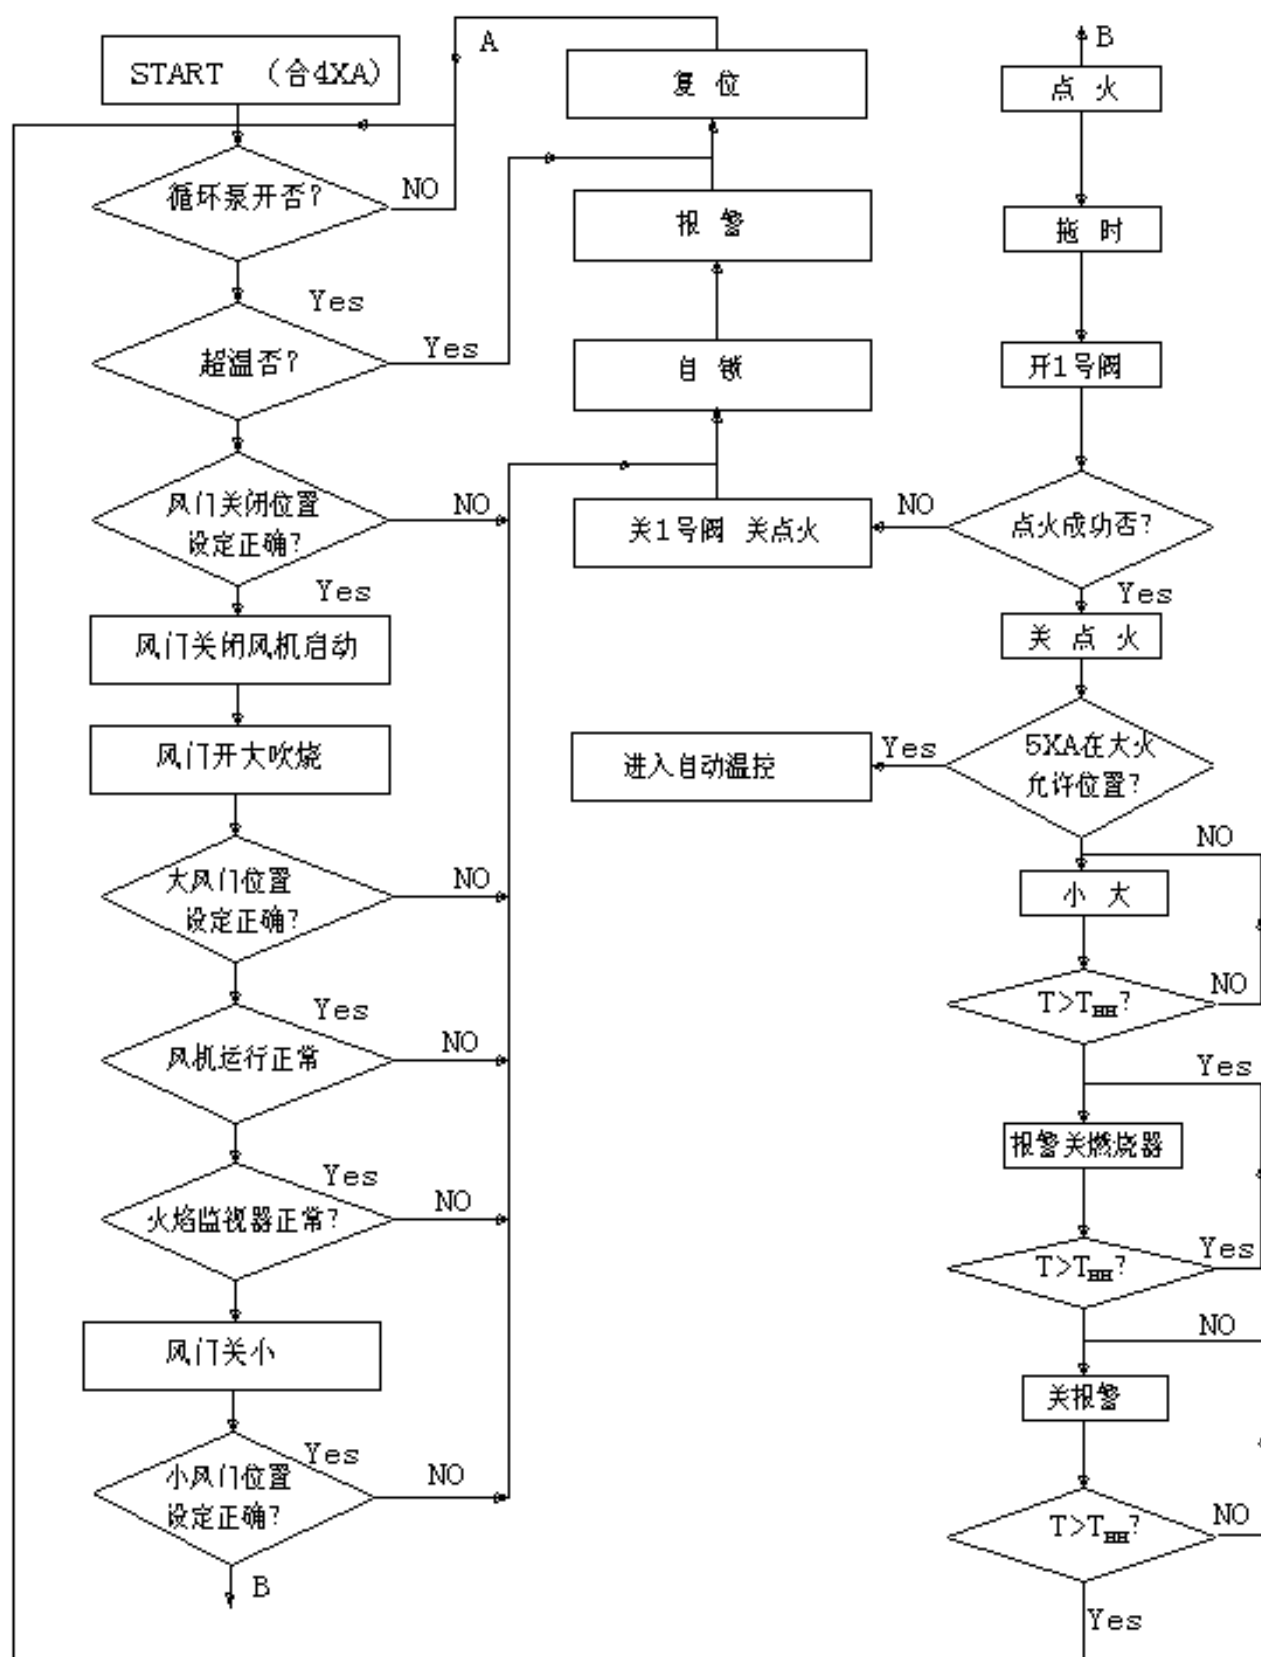

图5 燃烧器动作过程及温度控制流程图
5.2.2 燃烧器动作过程及温度控制流程图（以燃轻油炉为例）见图 5